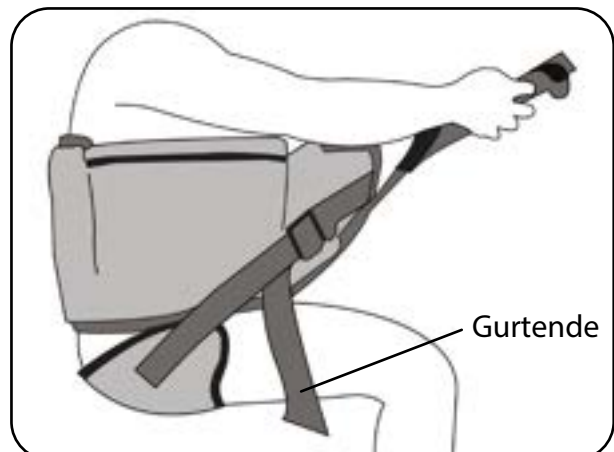

Abb. 8.2.09 – Sitzschaukel unter dem Gesäß des
16. Zum Positionieren der Sitzschaukel (nur beim aks-Aufrichtgurt mit Brustschlaufe für torneo® II und torneo® compact), neigen Sie den Oberkörper des Patient nach vorne. Stützen Sie dabei den Patienten ab, um das Risiko eines Sturzes zu verringern. Lösen Sie die Sitzschaukel vom Klettband und ziehen Sie diese mit Hilfe des Patienten möglichst, eine Hand breit, unter das Gesäß des Patienten. Ziehen Sie die Sitzschaukel mit den Gurtenden gleichmäßig stramm (Abb. 8.2.09).